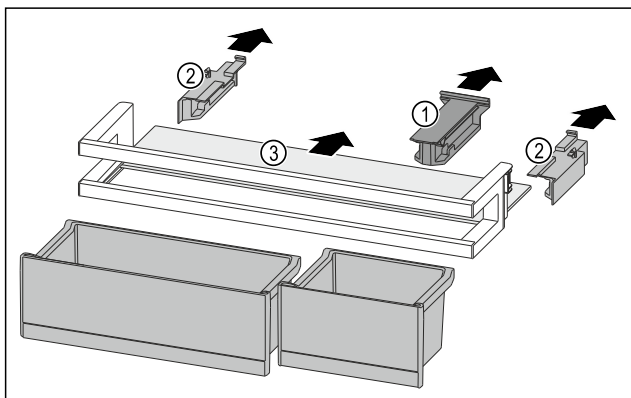

Fig. 88
- ▶ Zdjąć element trzymający Fig. 88 (1).
- ▶ Zdjąć elementy boczne Fig. 88 (2).
- ▶ Wyjąć półkę Fig. 88 (3).